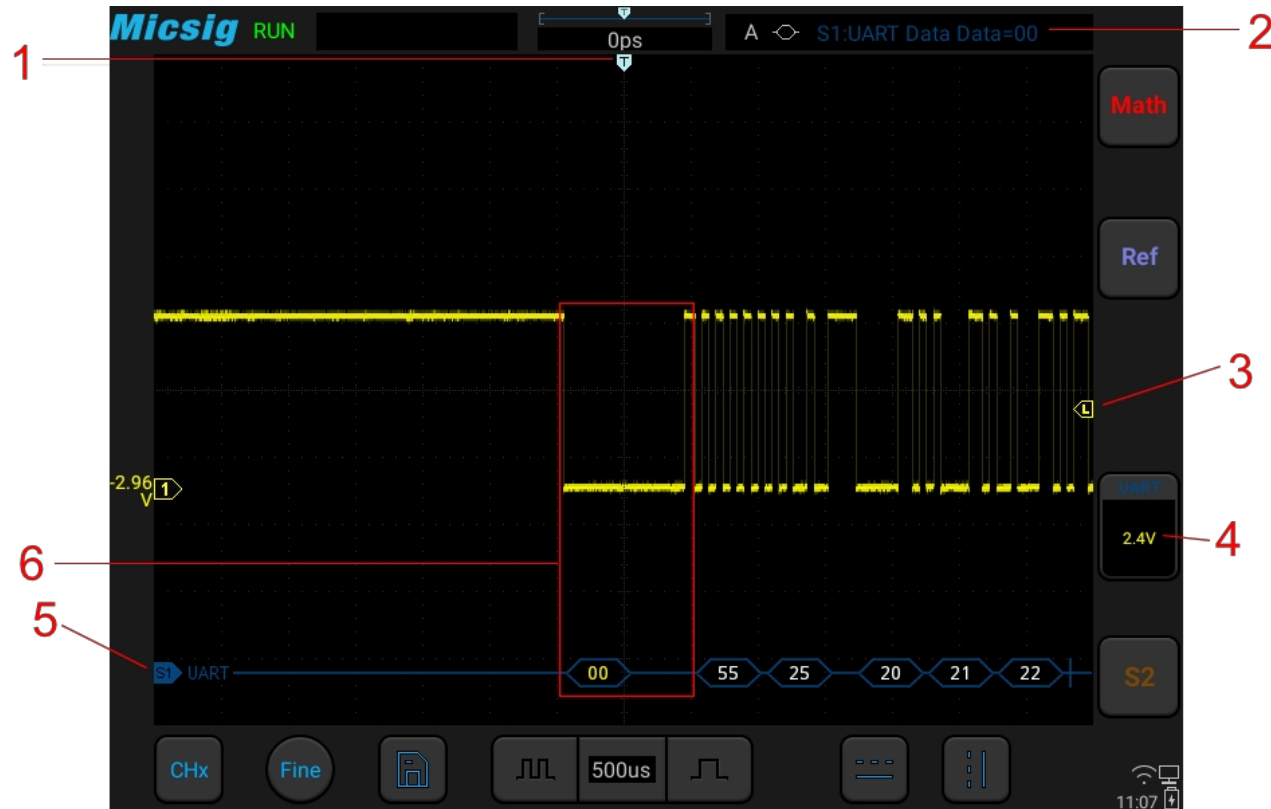

Abbildung 12-8 UART-Grafikschnittstelle
- (1) Tippen Sie auf S1, um den Dekodierungskanal zu öffnen, und klicken Sie erneut auf S1, um das Buskonfigurationsmenü zu öffnen.
- (2) Wählen Sie als Bus-Typ „UART“, klicken Sie auf „Ch1“, „Idle High“, „Parity None“, „8bit“, „19.20kb/s“, zeigen Sie „hexadecimal“ an und schließen Sie dann das Menü.
- (3) Öffnen Sie das Menü für die Triggermodus-Einstellungen, klicken Sie auf „Data“, geben Sie manuell 55 ein und drücken Sie zur Bestätigung die Eingabetaste.
- (4) Durch Anpassen des Schwellenwerts an den Amplitudenpegel des Signals kann das Signal möglicherweise stabil getriggert werden. Die grafische Benutzeroberfläche des UART-Triggers ist in Abbildung 12-8 dargestellt: